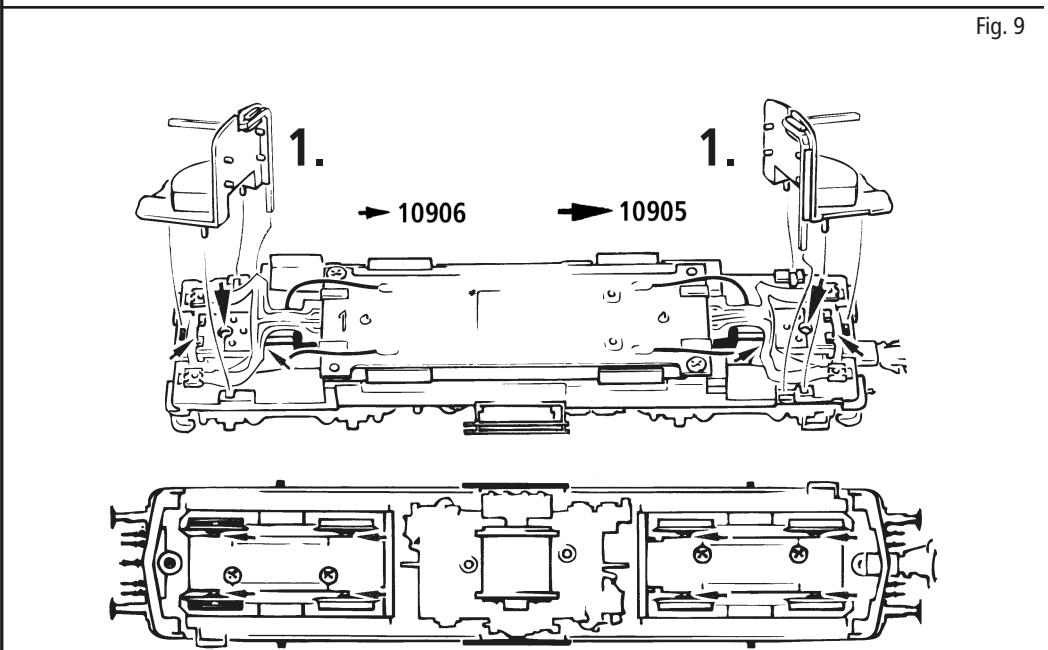

Fig. 9
2. Schmierung: Versehen Sie die im Schmierplan in Fig. 9 gekennzeichneten Stellen mit nur **kleinen Öltropfen**. Dazu zuerst das Lokgehäuse abnehmen (Fig. 5). Wir empfehlen den ROCO **Öler Art.-Nr. 10906**. Fürs Schmieren der Getriebeteile (Zahnräder, Schnecke) empfehlen wir das **ROCO-Spezialfett Art.-Nr. 10905**. Im Falle der Schmierung diese Teile **nicht ölen**.
2. Lubrication: Apply **tiny oil drops** to spots marked in fig. 9. Prior to lubrication dismantle locomotive (fig. 5). We recommend using item no. **10906, ROCO oiler**. For lubrication the gearparts (e.g. cogwheels, worm) we would recommend our ROCO **special grease** (item no. **10905**). **Attention:** Please do not oil these parts when using our grease.
2. Graissage: N'appliquez **qu'une toute petite goutte** aux endroits indiqués par le plan de graissage (fig. 9) après avoir démonté la caisse de la locomotive (fig. 5). Nous vous recommandons **le graisseur à huile ROCO réf. 10906**. Pour graisser les engrenages (roues dentées, vis sans fin) nous vous conseillons la **graisse spéciale ROCO réf. 10905** pour engrenages en matières synthétiques. Lorsque vous utilisez cette graisse il faut éviter d'huiler ces composants.
voir } Fig.9